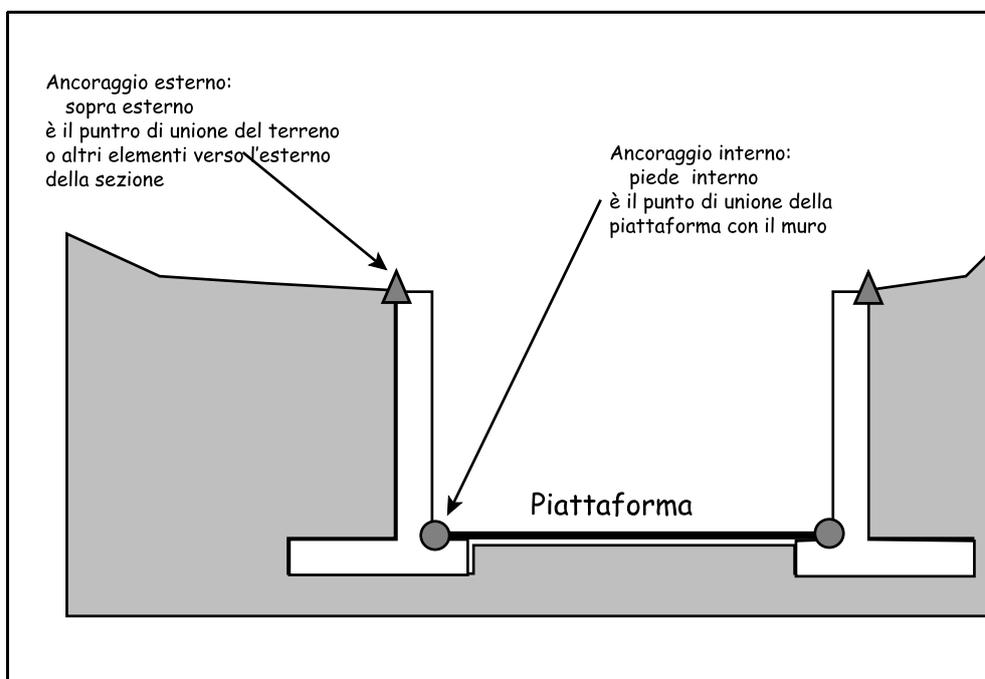

FIGURA 11.64
**B) - Ancoraggio esterno:** è il punto di collegamento tra il muro e il terreno o altri elementi esterni come pendenze o fossi di guardia. I muri con nome **MuroXXXXXXC** e **MuroXXXXXXD** hanno l'ancoraggio basso e si utilizzano nella tipologia descritta nella figura 11.64.